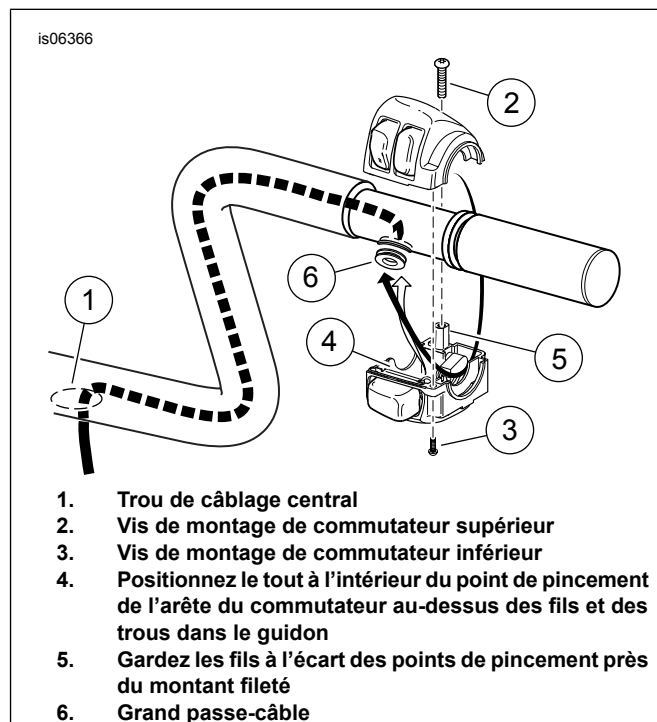

Figure 6. Acheminement du fil du boîtier du commutateur
- Consultez Figure 6. Avec le guidon placé sur une surface lisse et douce, avec les extrémités de poignées orientées vers le haut, acheminer délicatement le faisceau du commutateur droit dans la grande ouverture sur la face inférieure du nouveau guidon et vers la grande ouverture au centre de la barre.